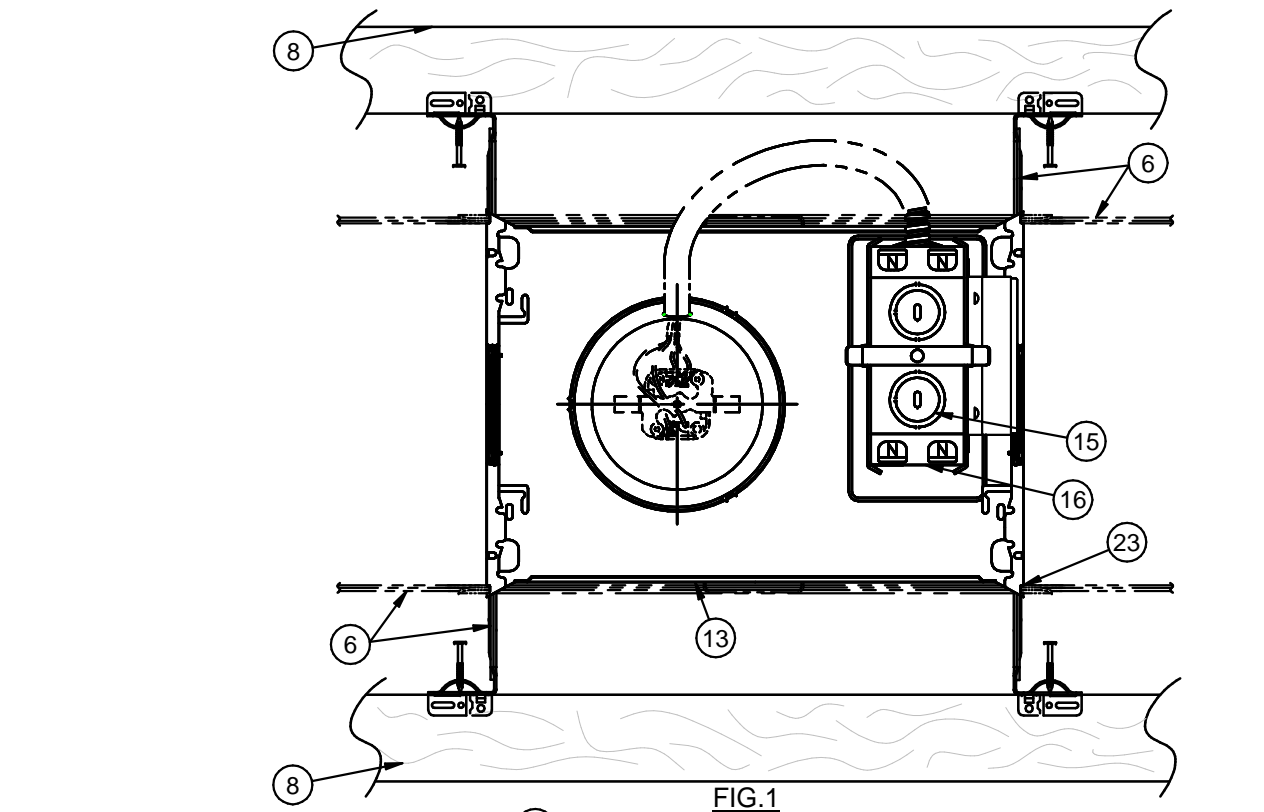
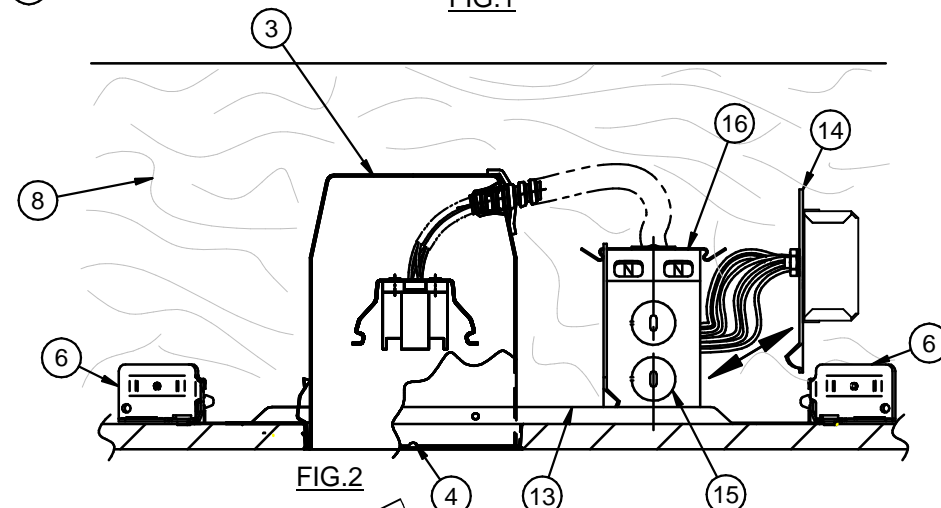

FIG.1
FIG.2
1. For Wooden Joists: Use the Centering Arrow (4), located on the Plaster Frame (13), to position the Fixture. Extend the Bar Hangers (6), use joist alignment tabs to locate fixture and hammer the 4 Nails (7) into Joists (8). Drive additional nails through holes in Bar Hanger for alternate support if required. Bars may be shortened at score mark to fit tight mounting conditions and joist alignment tabs removed to adjust vertically as needed by breaking off with pliers (Fig. 1 & 2).
3. Locate Housing: (3) along Bar Hanger (6) in desired position and, using pliers, squeeze the 4 Locking Tabs (12) on the Plaster Frame (13) tightly over the Bar Hangers to prevent further Housing movement. Bar Hangers (6) may be installed in alternate Slots (23) if mounting conditions require (Fig. 1).
4. Carefully Remove: Junction Box Cover (14) by lifting the Leaf Spring (16) (Fig. 2).
A. - Para Las Viguetas De madera: Utilice la flecha de centro (4), situada en el capítulo del yeso, para colocar el accesorio, extienda las barras de la suspensión (6) y martille las 4 lengüetas del clavo (7) en las viguetas (8). Conduzca los clavos adicionales a través de los agujeros en las barras de la suspensión para la ayuda adicional si está requerido. Las barras se pueden doblar para caber condiciones apretadas del montaje. (Véase Fig. 1)
B. - En Techos Suspendidos: Ponga el accesorio en la rejilla del techo con las barras de "T" (9) que funcionan a través de las muescas de la barra de la suspensión (10). Doble los extremos de la barra de la suspensión cerrados para contrar las lengüetas integrales (11). Asegure con los alicates en caso de necesidad.
C. - Sitúe La Cubierta: a lo largo de barra de la suspensión a los alicates deseados de la posición y con, exprima las 4 lengüetas de fijación (12) en el capítulo del yeso (13) firmemente sobre las barras para prevenir el movimiento adicional de la cubierta. Las suspensiones de la barra que (6) se puede instalar en ranuras del suplente (21) si monta condiciones requieren.
D. - Quite Cuidadosamente: Montaje del tapizado De la Caja De Ensambladura (14).
E. - Funcione Los Alambres De la Fuente: a través de la UL conectores enumerados (no provistos) en una de las cinco salidas de la palanca (15) en la caja de ensambladura (16) o el tipo cable del NM (ROMEX), con una abertura sobre la placa de retención del alambre (17). Conecte los alambres (19) según lo demostrado en fig. 2 y 3. Conecte los alambres del accesorio con los alambres de la fuente según lo demostrado en digrama eléctrico. Substituya cuidadosamente el montaje del tapizado de la caja de ensambladura (14).
A. - Pour Les Poutrelles En bois: Employez la flèche de centrage (4), située sur la vue de plâtre, pour placer le montage, prolongez les barres de cintre (6) et martelez les 4 étiquettes d'ongle (7) dans des poutrelles (8). Conduisez les ongles additionnels par des trous dans des barres de cintre pour l'appui additionnel s'il y a lieu. Des barres peuvent être pliées pour adapter des états serrés de support. (Voir La Fig. 1)
B. - Sur Les Plafonds Suspendus: Placez le montage sur la grille de plafond avec les barres de "T" (9) fonctionnant par les entailles de barre de cintre (10). Pliez les extrémités de barre de cintre fermées pour engager les étiquettes intégrales (11). Fixez avec des pinces au besoin.
C. - Plac Le Logement: le long de la barre de cintre aux pinces désirées de position et en utilisant, serrez les 4 étiquettes de fermeture (12) sur la vue de plâtre (13) étroitement au-dessus des barres pour empêcher davantage de mouvement de logement. Les cintres de barre que (6) peut être installé dans des fentes de remplacement (21) si montant des conditions exigent.
D. - Enlevez Soigneusement: Assemblée De Couverture De Boîte De jonction (14).
E. - Courez Les Fils D'Approvisionnement: par l'UL connecteurs énumérés (non fournis) dans une des cinq sorties de levier (15) sur la boîte de jonction (16) ou le type câble de NM (ROMEX), par une ouverture au-dessus du plat de retenue de fil (17). Reliez les fils (19) comme montré dans fig. 2 et 3. Reliez les fils de montage aux fils d'approvisionnement comme montré dans le diagramme de câblage. Remplacez soigneusement l'Assemblée de couverture de boîte de jonction (14).